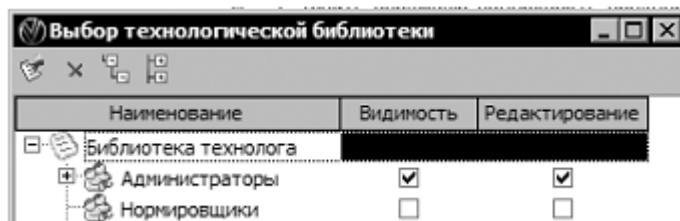

Рисунок 15
13. Введите в ячейку новое название библиотеки – Библиотека технолога и нажмите <Enter> (рис. 15). Оставьте права доступа к библиотеке, предложенные по умолчанию, и нажмите кнопку Открыть.